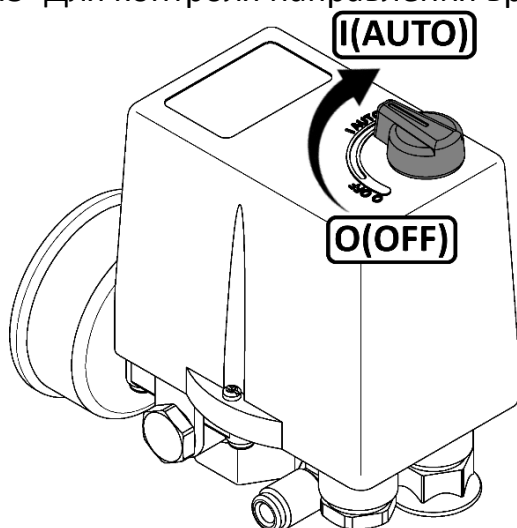

Рисунок 4
- Проверьте, чтобы выключатель на прессостате находился в выключенном положении "OFF" или "O", в зависимости от исполнения (см. рисунок 4).
- 1 Выключить компрессор выключателем на прессостате. Для этого необходимо переключить выключатель в положение "OFF" или "O", в зависимости от исполнения (см. рисунок 4). После этого остановится электродвигатель и произойдет сброс давления из нагнетательного воздухопровода и поршневого блока.
Для пуска компрессоров СБ4/С-100.АВ858, СБ4/С-270.АВ858, СБ4/Ф-270.АВ858, СБ4/Ф-270.АВ858В, СБ4/Ф-500.АВ858, СБ4/Ф-270.АВ858/16, СБ4/Ф-500.АВ858/16, СБ4/Ф-500.АВ858ТБ после срабатывания защиты выполните следующие действия: после того, как двигатель остынет до допустимой температуры переключите выключатель на прессостате в положение "OFF" (см. рисунок 4), а затем включите компрессор переключив выключатель в положение "АВТО".